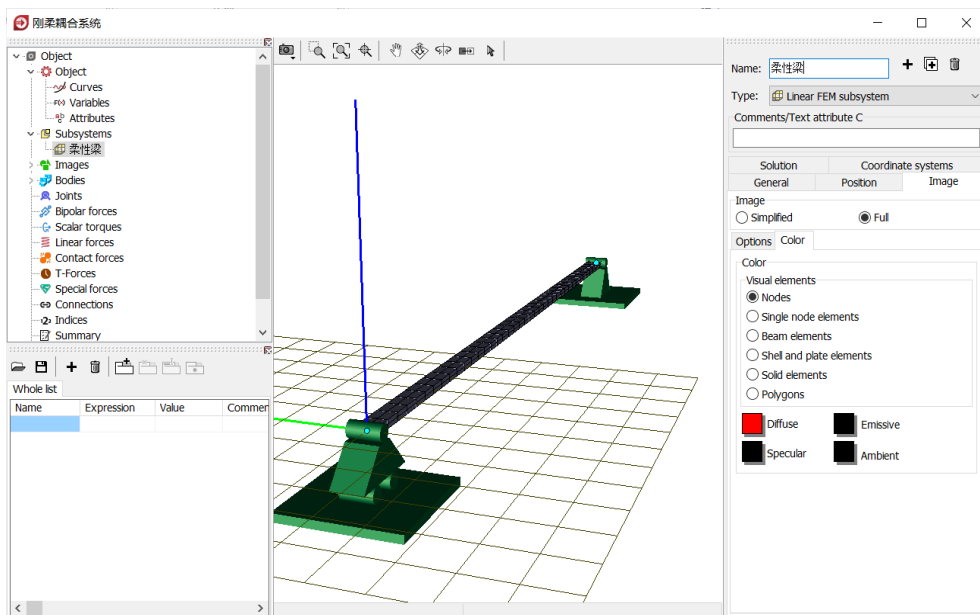

图 2-107
- 6) 重命名为**柔性梁**，在 **Image** 页面可选择 **Simplified** 或 **Full** 模式，可选择是否显示节点和单元，以及颜色和尺寸，如图 2-107。